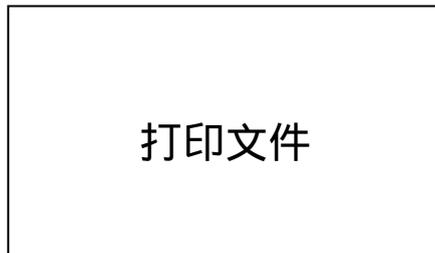

图 41
- j. 按←键确认打印当前文件，打印完成有蜂鸣声提示，显示返回菜单状态，打印信息显示如图 41：